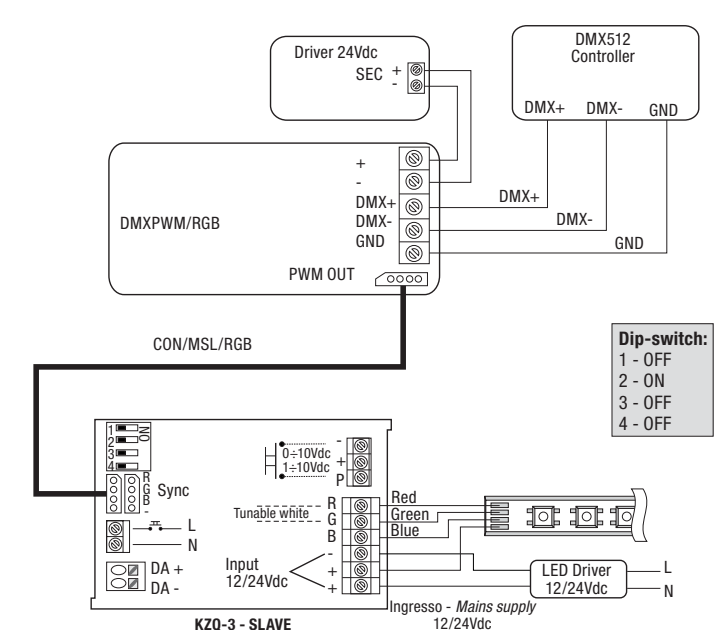

Fig. 9 - Comando con pulsante isolato - Command with isolated button
- 1 - Pulsador NA SELV (aislado de la red - Fig. 9)